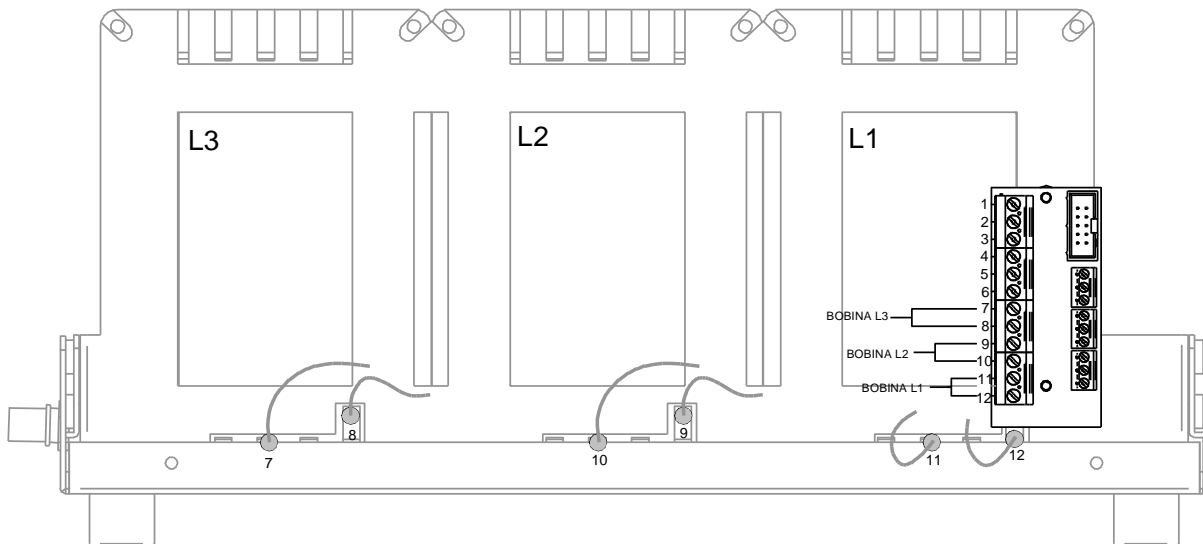

Figura 18
- Le bobine sono collegate alla scheda connessioni secondo lo schema riportato in figura 18. Per un corretto funzionamento dell'apparecchiatura è importante che sia rispettata la numerazione.